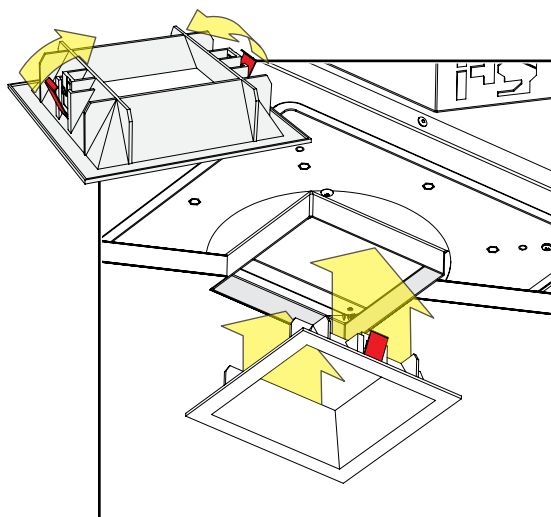

fig. 13
- Compressez les ressorts et poussez-les dans l'ouverture du spot jusqu'à ce que l'habillage affleure le plafond. Assurez-vous que les ressorts sont bien comprimés et entrent dans le collier et non autour du collier (voir la fig. 13).